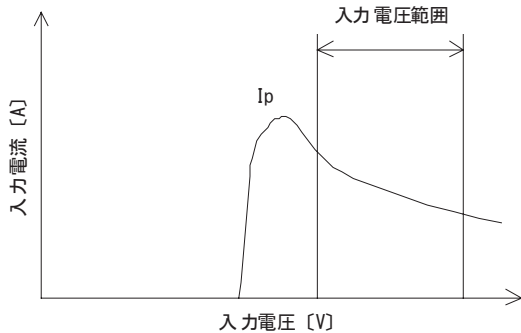
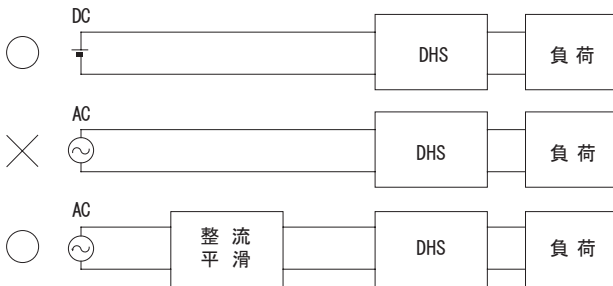
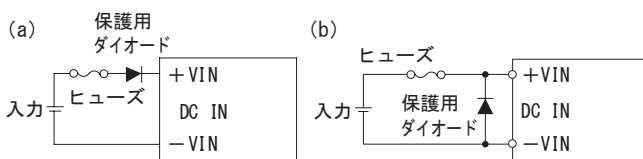

図2.2 入力電流特性
図2.3 AC入力での使用
図2.4 逆接続防止
- 入力電源にはDC-DCコンバータ立上げ時の電流Ip（図2.2）を考慮した、充分余裕のある電源を設定してください。
(5) AC入力での使用
- DHSシリーズはDC入力専用です。ACでの使用時は、電源入力に整流平滑回路を接続してください（図2.3）。整流平滑回路についての詳細は、当社までお問い合わせください。
(6) 逆接続の防止
- 入力端子に極性逆の電圧が加わると故障します。極性逆の電圧が加わる可能性がある場合は、図2.4のような保護用の回路を外付けしてください。